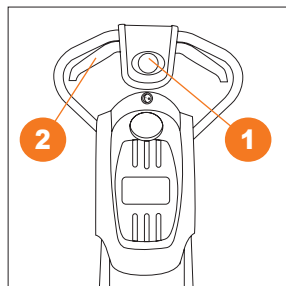

Рис. 13
4. Для остановки двигателя отпустите рычаг. Дождитесь полной остановки вращения шнеков, прежде чем закончить работу (Рис. 13).